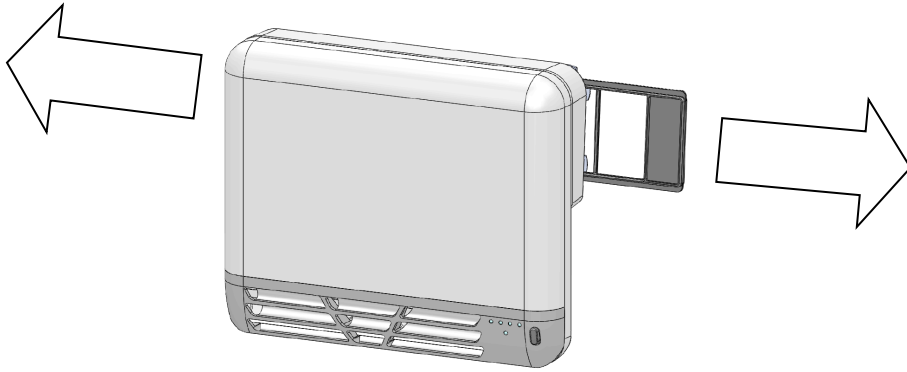

Fig. 21
2. *tirar del filtro situado en la parte trasera del soplador, a la derecha o a la izquierda, para extraerlo, como ilustrado en Fig. 21;*